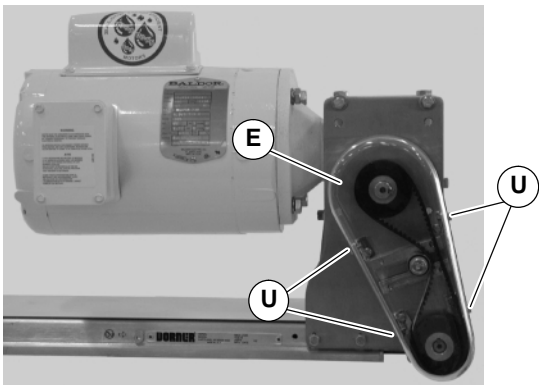

Abbildung 33
1. Abdeckung (E siehe Abb. 33) mit Schrauben befestigen (U). Die Schrauben mit 4 Nm festziehen.